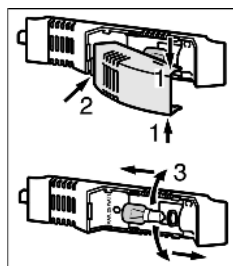

Fig. 17
- ▶ Agarre la cubierta de la lámpara por la parte superior e inferior *Fig. 17 (1)*.
- ▶ Desencaje y desenganche por la parte trasera *Fig. 17 (2)* la cubierta de la lámpara.
- ▶ Sustituya la bombilla *Fig. 17 (3)*.